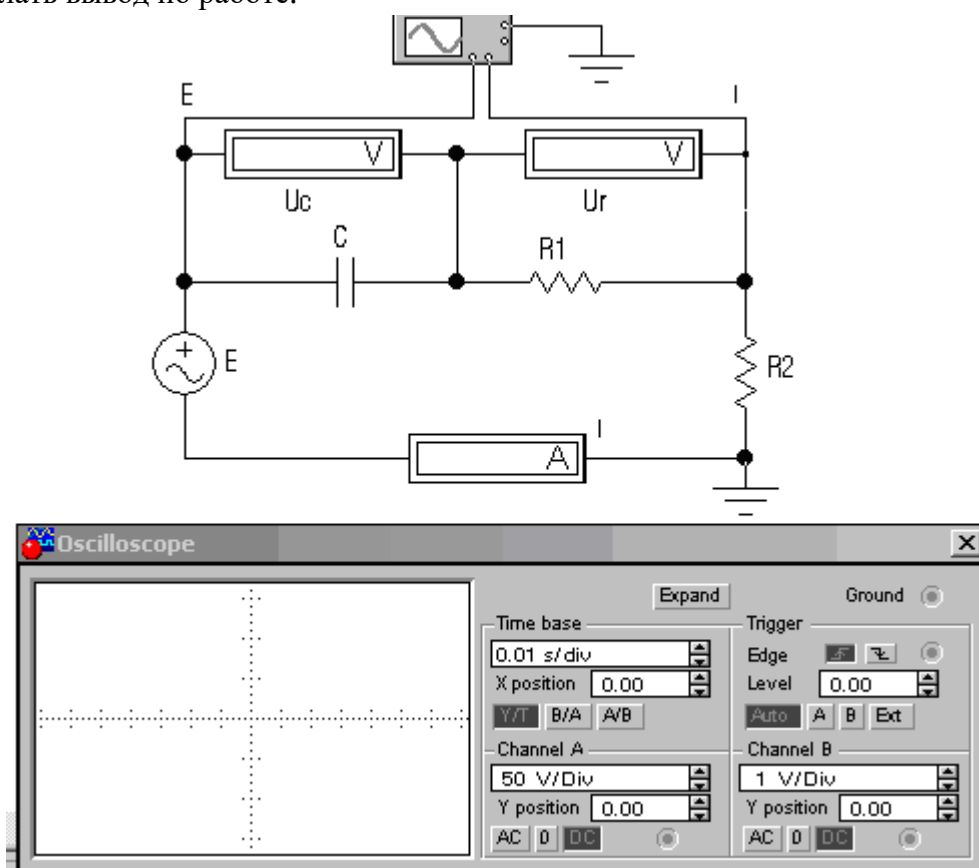

Рис. 3. Схема исследования RC- цепочки
- 3.1. Исходные данные в таблицах и на схемах рис. 3 – 5.